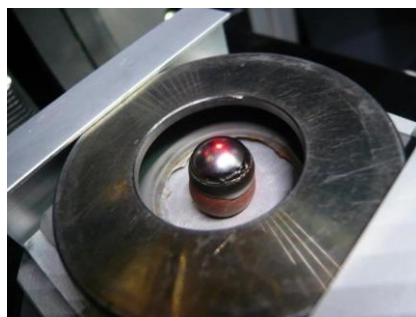

图 7-6
- (5) 将高压发生器打开，将电压、电流设置到40kV与40mA。使用双激光定位确定样品的高度和测量位置。（图 7-6）。